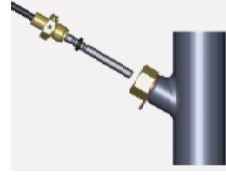

Рисунок 3
- покладіть ущільнююче кільце в середню канавку (дивись рисунок 3);